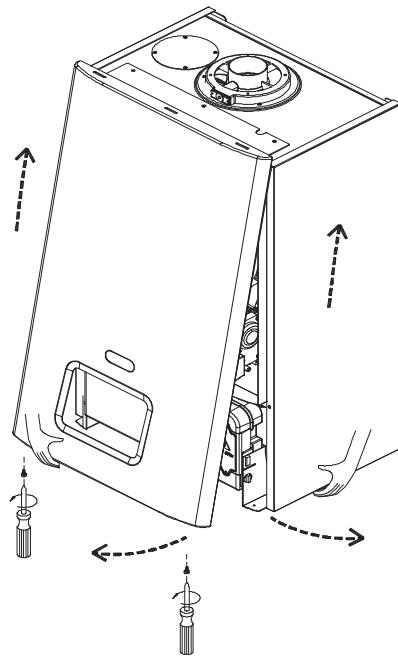

Рис. 1
- a. Открутите фиксирующие винты (см. рис. 1).
- Снимите переднюю панель (рис. 1).